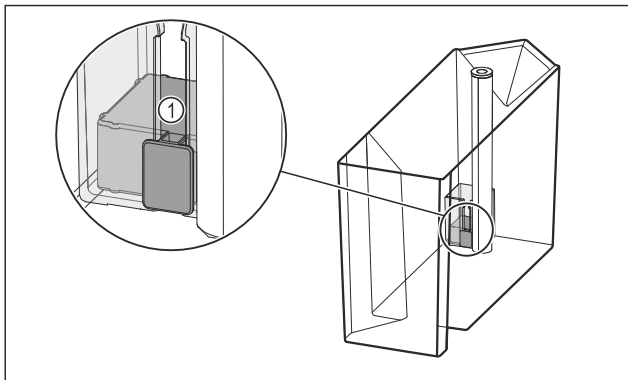

Fig. 115
- ▶ Проверьте, не застрял ли поплавок Fig. 115 (1).